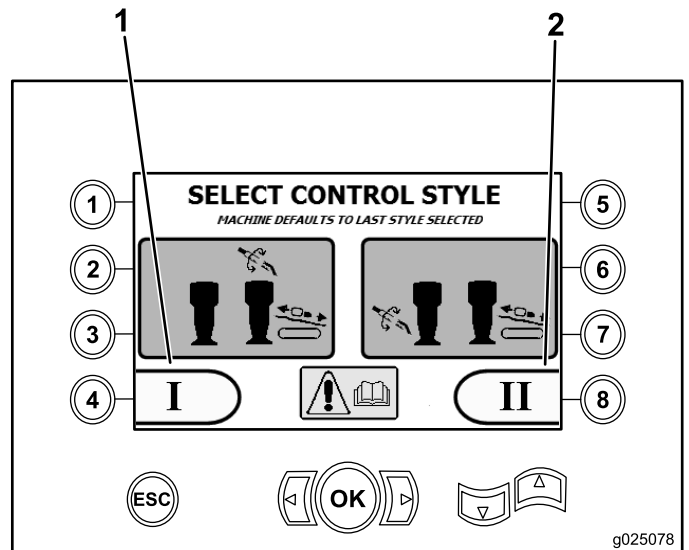

Рисунок 13
- Режим I – эта функция передает операции бурения на правый джойстик, в то время как левый джойстик управляет загрузчиком труб и работой захватов (Рисунок 13)
Нажмите кнопку 4 для выбора этой функции (Рисунок 13).
- Режим II – эта функция распределяет функции бурения, захвата и загрузки труб между левым и правым джойстиком (Рисунок 13)
Нажмите кнопку 8 для выбора этой функции (Рисунок 13).